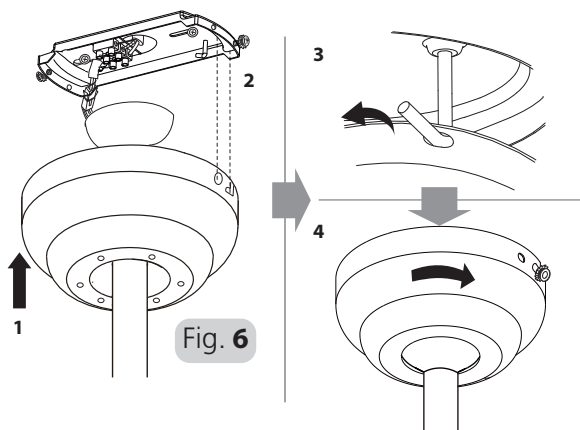

Fig. 6
3. Befestigen Sie die Haube an der Halterung, indem Sie die Seitenlöcher der Haube mit den Seitenlöchern der Halterung ausrichten. Lüfter anheben, bis die Schrauben den Boden der Schlitz erreichen, und dann die Haube gegen den Uhrzeigersinn drehen, bis die Schrauben in die Schlitz einrasten. Siehe Abb. 6.
3. Attach canopy to the bracket by aligning canopy side holes with the bracket side holes. Lift fan until the screws reach the bottom of the slots and then rotate the canopy counterclockwise until the screws drop into the slot recesses. Refer to Fig 6.
3. Fixez le boîtier au support en alignant les trous latéraux du boîtier sur les trous latéraux du support. Soulevez le ventilateur jusqu'à ce que les vis atteignent le bas des fentes puis tournez le boîtier dans le sens inverse des aiguilles d'une montre jusqu'à ce que les vis entrent dans la cavité des encoches. Voir Figure 6.
3. Collegare la calotta alla staffa allineando i fori laterali della calotta con i fori laterali della staffa. Sollevare il ventilatore fino a che le viti raggiungono il fondo delle fessure e quindi ruotare la calotta in senso antiorario in modo che le viti entrino nelle cavità delle fessure. Vedere la fig. 6.
3. Bevestig de plafondkap aan de beugel door de zijgaten van de plafondkap uit te lijnen met de zijgaten van de beugel. Til de ventilator op tot de schroeven de bodem van de gleuven bereiken en draai vervolgens de kap linksom tot de schroeven in de uitsparingen van de gleuven vallen. Zie Fig 6.
3. Prenda a cobertura ao suporte alinhando os furos laterais da cobertura com o furos laterais do suporte. Levante a ventoinha até que os parafusos atinjam a parte inferior das ranhuras e de seguida rode a cobertura no sentido contrário ao dos ponteiros do relógio até que os parafusos encaixem nas reentrâncias da ranhura. Consulte a Fig 6.
3. Прикрепите колпак к кронштейну, выровняв боковые отверстия колпака с боковыми отверстиями кронштейна. Поднимите вентилятор, чтобы винты достигли дна отверстий, а затем поверните колпак против часовой стрелки, пока винты не попадут в углубления. См. рис. 6.
- Przymocować osłonę do uchwyty, wyrównując w jednej osi jej otwory boczne z otworami bocznymi uchwyty. Unieść wentylator na taką wysokość, aby śruby sięgnęły dolnej części gniazd, po czym obrócić osłonę w prawo do momentu, w którym śruby znajdują się we wgłębieniach gniazd. Patrz rys. 6.